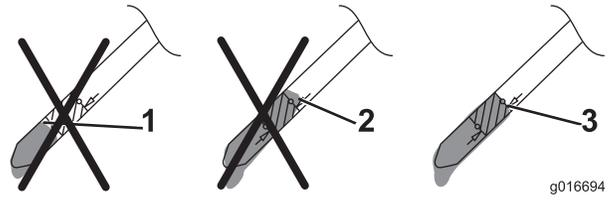

Figura 7
5. Observe en la varilla el nivel de aceite (Figura 7).
- Si el nivel de aceite es demasiado bajo, vierta **lentamente** una pequeña cantidad de aceite en el tubo de llenado, espere 3 minutos, y repita los pasos 3 a 5 hasta que el nivel de aceite llegue al nivel correcto de la varilla, según se muestra en Figura 7.